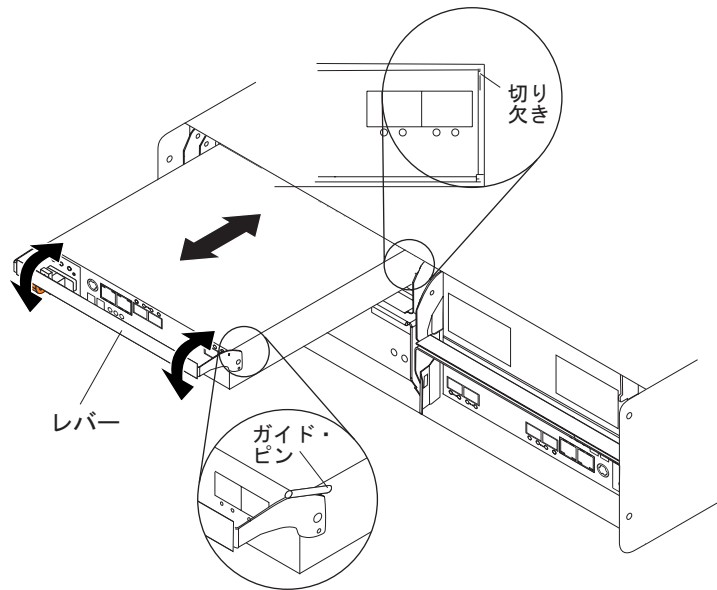

図 20. コントローラーの取り外しと再取り付け
1. 1 つのコントローラーをスライドさせてストレージ・サブシステムの空のスロットに入れます。52 ページの図 20 に示すように、コントローラーをスライドさせて入れる際、レバーがまっすぐ引き出されていることを確認してください。